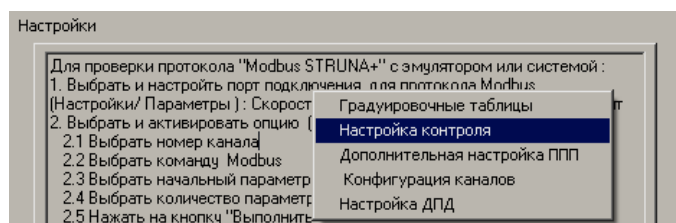

Рисунок 4.1
4.2 На начальной форме помощью ПКн активировать всплывающее меню (рисунок 4.1) и выбрать опцию «Настройка контроля». С помощью ЛКн активировать выбранную опцию.